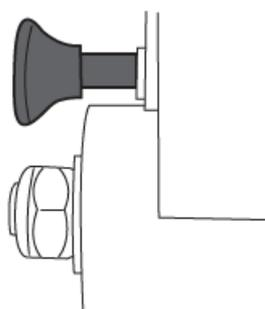

Fig. 44
- > Mettez le boulon de verrouillage [25] de la position de travail à la position verrouillée (Fig. 44, 45).